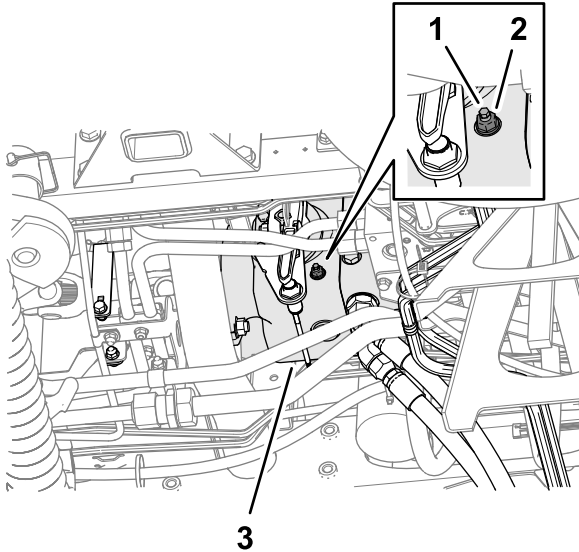

Figura 90
- A partir do fundo da máquina e do lado direito da bomba de tração, solte a porca de bloqueio que fixa o parafuso de ajuste de retorno de ponto morto (Figura 90).